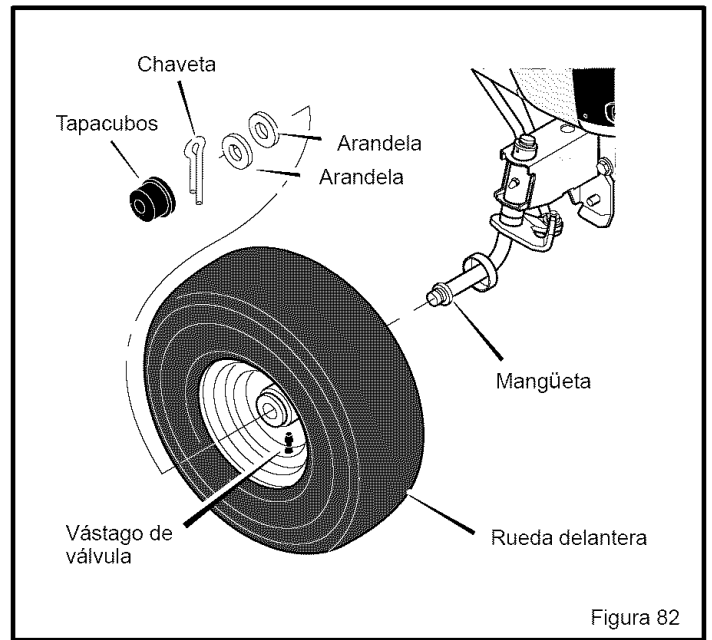

Figura 82
1. El **vástago de válvula** tiene que quedar hacia la parte exterior del tractor. Deslice la **rueda delantera** en la **mangüeta**. (Figura 82).